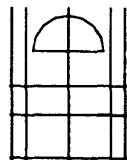

Рис. 2.6
- ♦ направление отступа — вправо и влево от осевой линии (рис. 2.6).